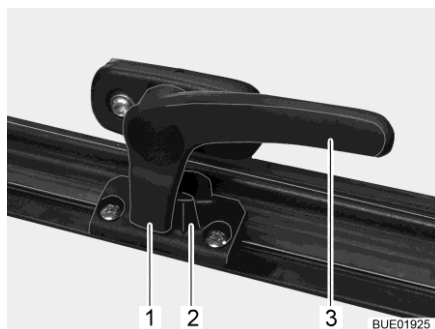

Fig. 21 Leva di serraggio in posizione "Chiuso"
- Ruotare la leva di serraggio (Fig. 21,3) di un quarto di giro verso il centro della finestra.
- Ruotare la leva di serraggio (Fig. 21,3) di un quarto di giro verso il telaio della finestra. Il nasello di chiusura (Fig. 21,1) si trova sul lato interno della chiusura della finestra (Fig. 21,2).
- In posizione "Completamente chiusa" (Fig. 21).